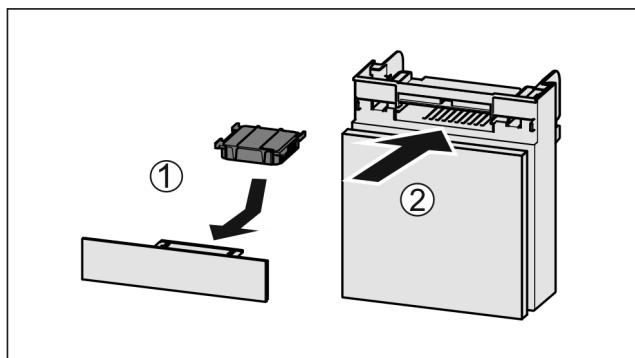

Fig. 136
- ▶ Вставити фільтр з активованого вугілля за малюнком Fig. 136 (1).
- ▶ Вставити відділення Fig. 136 (2).